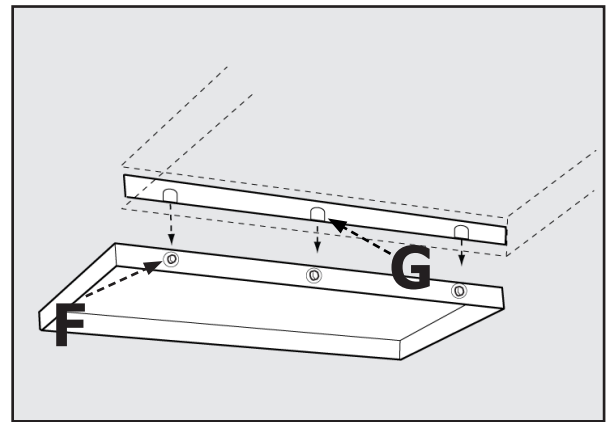
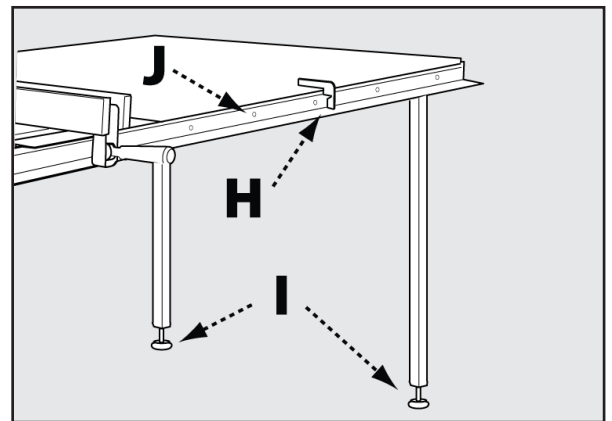

FIGURE 11
FIGURE 12
- Percez soigneusement au travers des trous dans les trous de la plaque d'angle verticale et la paroi en bois de la table avec un foret de 1/4 de pouce. Faites passer depuis l'extérieur les vis #10-32 X 1 1/4" avec des rondelles plates #10 (E) à travers les trous percés, puis assemblez les écrous sur les vis et serrez.
- Assemblez sans serrer trois vis 5/16-18 x 7/8" avec des rondelles à ressort, des rondelles plates et des écrous (F) dans les trois trous dans le côté de l'aile d'extension comme indiqué. (Fig. 11)
- Abaissez soigneusement le support de table d'angle en acier percé (G) sur les vis de l'aile d'extension. Serrez les vis après avoir nivelé la table en bois avec l'aile d'extension.
- À l'aide de la jauge d'alignement de rail (H), ajustez les pieds (I) de manière à ce que le haut de la table soit à la bonne distance du rail.
- Percez des trous de 1/4 de pouce à travers les trous du rail (J) dans la table en bois sur les rails avant et arrière. (Fig. 12)